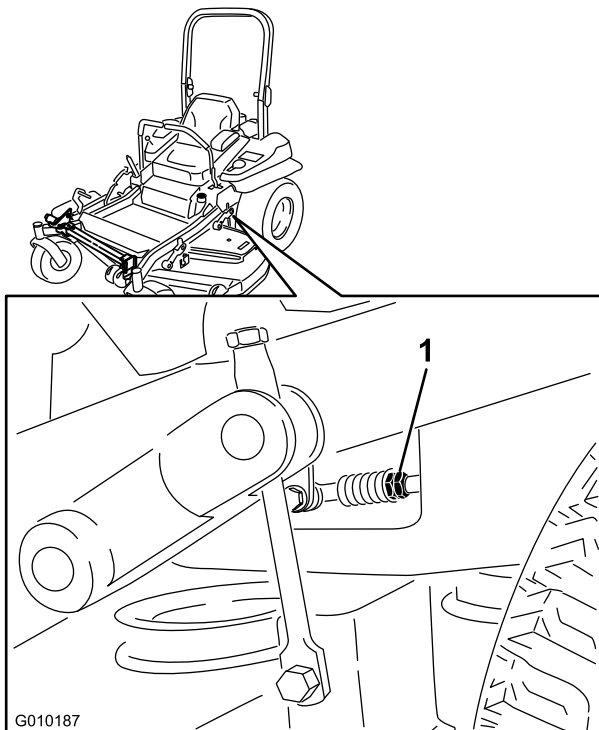

Figura 87
8. Ajuste os comprimentos da barra de controlo da bomba rodando as porcas duplas na barra na direção adequada até as rodas andarem ligeiramente para trás (**Figura 87**).